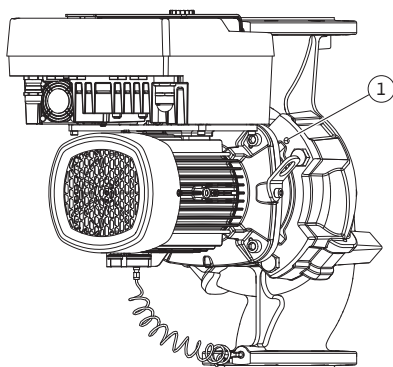

Fig. 11: Διαχωρισμός πτερωτής κινητήρα μέσω διατρήσεων σπειρώματος (DN 100 ... DN 125)
- Ξεσφίξτε την πτερωτή κινητήρα (βλέπε Fig. 4) από το κέλυφος της αντλίας. Ανάλογα με τον τύπο αντλίας (βλέπε Fig. I ... III) υπάρχουν διαφορετικές μέθοδοι: Για τον τύπο αντλίας Fig. I (DN 32 ... DN 80) ξεβιδώστε τις βίδες στη θέση 29. Αφαιρέστε την πτερωτή κινητήρα από το κέλυφος αντλίας. Σε τύπους αντλίας Fig. II και Fig. III (DN 100 ... DN 125) χρησιμοποιήστε γι' αυτό τις δύο διατρήσεις σπειρώματος (Fig. 11, θέση 1). Χρησιμοποιήστε τις κατάλληλες βίδες από τον εγκαταστάτη (π.χ. M10 x 25 mm).
5. Αφαιρέστε την πτερωτή κινητήρα (βλέπε Fig. 4) από το κέλυφος της αντλίας. Γι' αυτό χρησιμοποιήστε τις διατρήσεις σπειρώματος (βλέπε Fig. 11). Βιδώστε βίδες M10 με κατάλληλο μήκος στις διατρήσεις σπειρώματος για το λύσιμο της έδρας.